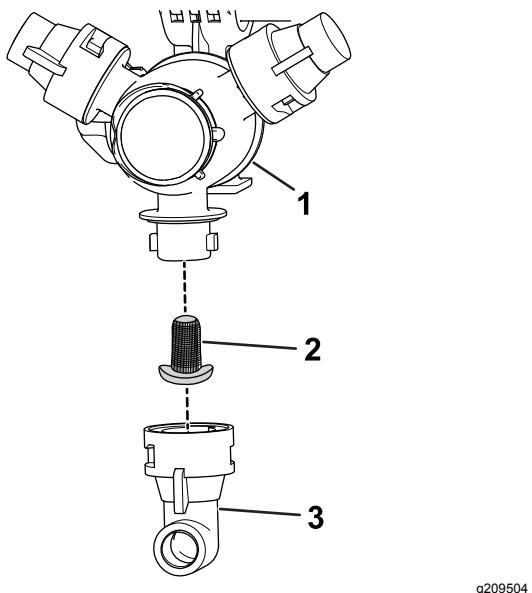

Figure 56
2. Déposez la buse de la tourelle de pulvérisation (Figure 56).
3. Retirez le filtre de buse usagé (Figure 56).
4. Montez le filtre de buse neuf (Figure 56).
5. Montez la buse sur la tourelle de pulvérisation (Figure 56).